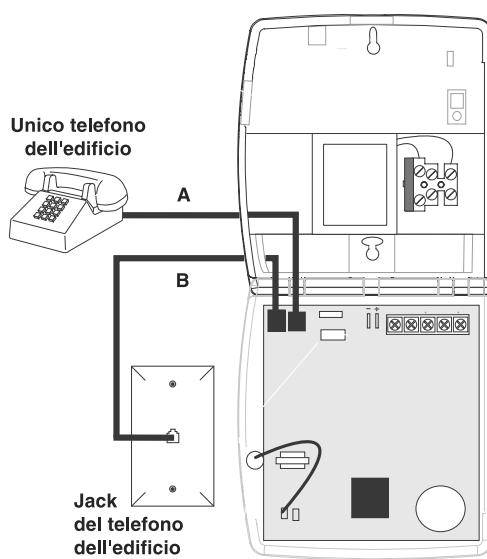

Figura 10. Collegamenti elettrici per impegno totale della linea con 1 telefono dell'edificio
1. Staccare la spina del telefono dal jack del telefono dell'abitazione e connetterla con il jack PHONE della centrale di allarme (A in Figura 10). Questo jack viene scollegato automaticamente quando la centrale di allarme si collega con la centrale di sorveglianza.
2. Connettere il cordone del telefono fornito con la centrale di allarme al jack LINE IN della centrale di allarme e al jack del telefono dell'abitazione (B in Figura 10).